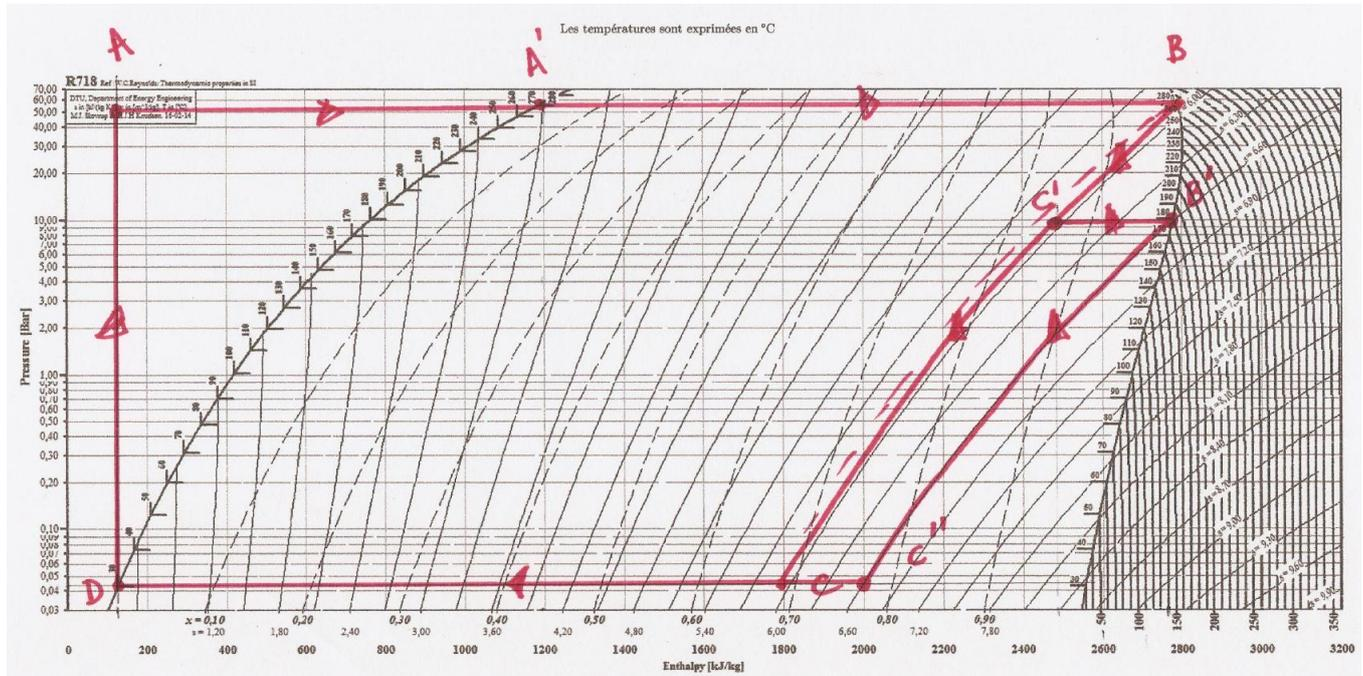

Figure 8 – Cycles de Rankine et de Rankine étagé représentés dans le diagramme des frigoristes.
3 Voir figure 8. Les points  $A'$ ,  $B$  et  $D$  se placent directement à partir des valeurs de pression et enthalpie massique lues à la question précédente, ou tout simplement à partir des valeurs de pression et en les plaçant sur la courbe de saturation. Pour placer le point  $C$ , on utilise le fait que  $B \rightarrow C$  est une adiabatique réversible et  $C \rightarrow D$  une isobare :  $C$  se trouve à l'intersection de l'isentrope passant par  $B$  et de l'isobare passant par  $D$ . Enfin, on sait que  $A \rightarrow B$  est une isobare et que  $D \rightarrow A$  est une isenthalpique (cf. question 1), d'où on déduit la position de  $A$ , à l'intersection de l'isobare (horizontale) passant par  $B$  et de l'isenthalpe (verticale) passant par  $D$ . Au cas où cet argument échapperait au candidat, il est indiqué question 5.
**10** Voir figure 8.  $C'$  se trouve à l'intersection de l'isentrope passant par  $B$  et de l'isobare  $P = P_3 = 10$  bar.  $B'$  se trouve sur la même isobare, et comme l'eau s'y trouve sous la forme de vapeur saturante sèche, on en déduit que  $B'$  est à l'intersection de cette isobare avec la courbe de saturation. Enfin  $C''$  est à l'intersection de l'isentrope passant par  $B'$  et de l'isobare à pression  $P = P_1 = 43$  mbar (même pression que  $C$ ).